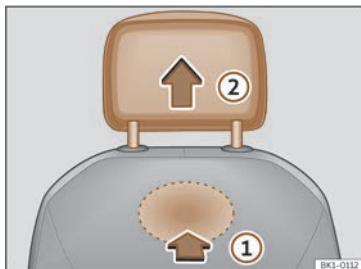

Fig. 101 Apoyacabezas delantero: desmontaje.
- Para desbloquearlo, busque el rebaje situado en la parte posterior del respaldo por la zona marcada y presione en el sentido de la flecha >>> fig. 101 ①.
- Extraiga el apoyacabezas en el sentido de la flecha ②.